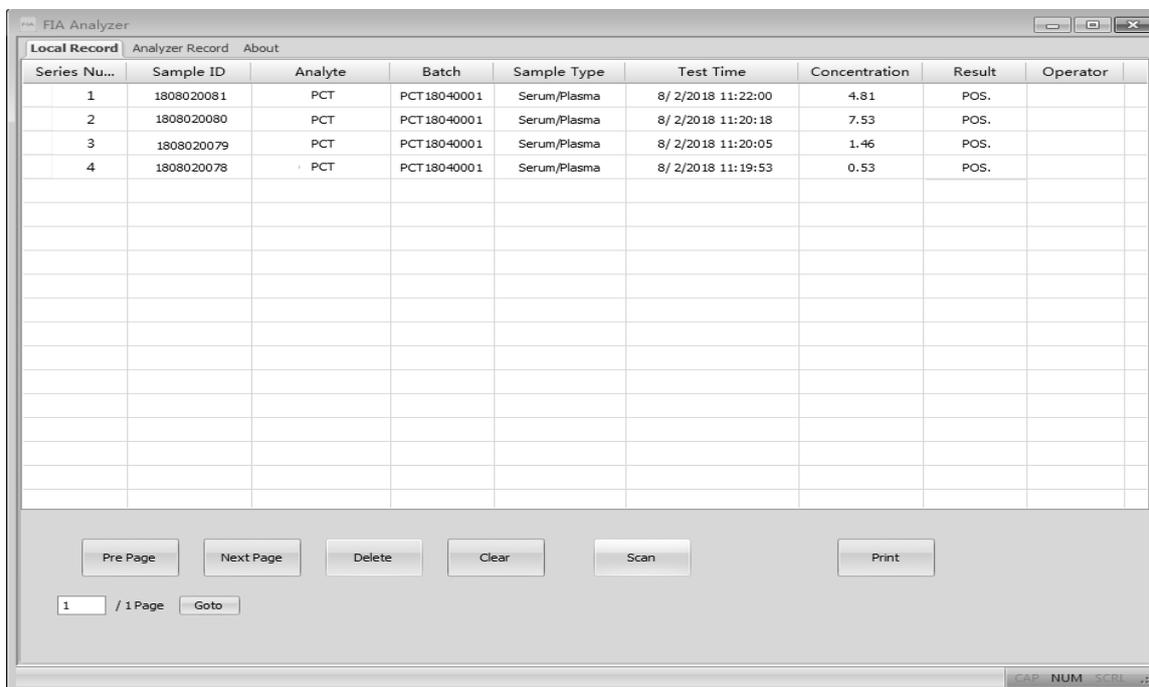

Fig. 43
- **“Scan”** : la commande Scan permet d'exécuter les mêmes fonctions que la touche Test ou le bouton New test sur l'analyseur. Après l'ajout de l'échantillon (et l'ajout du tampon, si la méthode l'exige), placer la cassette de test dans la fente destinée à la carte de test, puis double-cliquer sur la commande **“Scan”**. (Même fonction que le mode **Quick Test** de l'analyseur.) Le résultat du test apparaît sous l'onglet Local Record (voir Fig. 43).